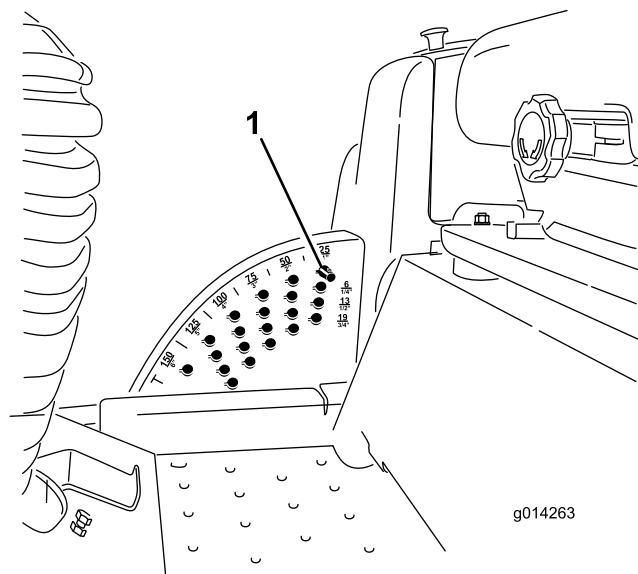

图6
1. 在发动机运行的同时向后推剪草机提升开关直至剪草机完全升起然后**松开开关**图6。
2. 要进行调节请旋转限位销直至销上的小块与剪草高度支架孔内的槽在一条线上然后取下限位销图6。
3. 选择剪草高度支架对应所需剪草高度的孔插入限位销将其向下旋转并锁定到位图6。
注意 共有四排孔的位置图6。最上面的一排是高于限位销的列明剪草高度。其下第二排的剪草高度为列明剪草高度加 6mm。其下第三排的剪草高度为列明剪草高度加 12mm。最下面一排的剪草高度为列明剪草高度加 18mm。15.8cm 位置仅有一个孔位于第二排。此孔不需添加 6mm 即可到达 15.8cm 的位置。